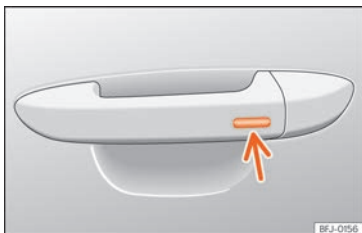

Fig. 113 Manecilla de la puerta: superficie sensora.
- Mantenga un dedo durante algunos segundos sobre la superficie sensora de bloqueo » » » **fig. 113** (flecha) de la manecilla de la puerta para que se cierre el techo. Si deja de to-